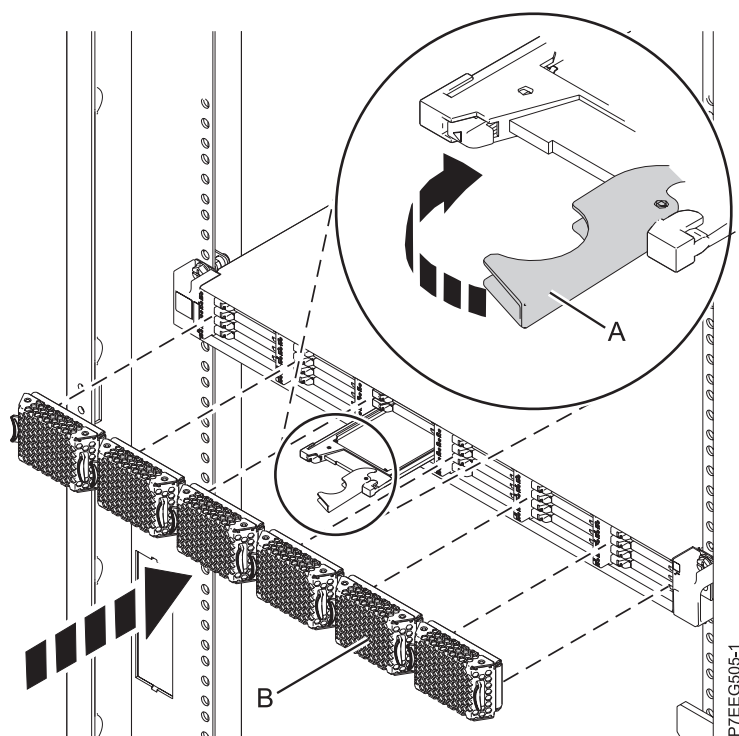

Figure 4. Installation d'une unité SSD dans l'armoire de stockage PCIe ED/R1
1. Avec la poignée en position déverrouillée, alignez l'unité SSD avec les rails de guidage dans le boîtier. Pour plus d'informations, voir figure 4, à la page 11.